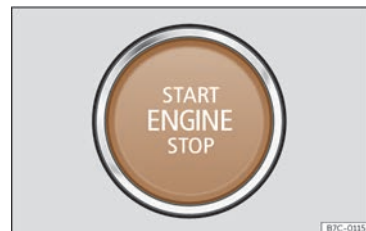

Fig. 89 Botón de arranque.
Ao acceder ao vehículo, o botón de arranque >>> **fig. 89** escintila para chamar a atención sobre el.
- Prema o botón de arranque >>> **fig. 89** sen pisar o acelerador. Para que o motor arranque, debe haber unha chave válida no vehículo. Tras arrancar o motor a iluminación do botón START ENGINE STOP mantense fixa indicando que o motor está arrancado¹⁾.
- Prema brevemente o botón de arranque >>> **fig. 89**.